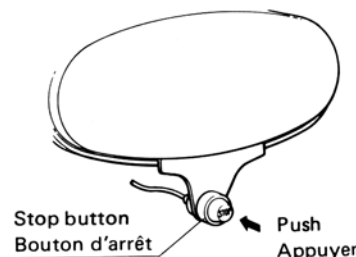

Fig. 6
- Push the engine stop button to stop the engine. (fig 6)
- Appuyer sur le bouton d'arrêt du moteur pour arrêter le moteur. (Fig. 6)